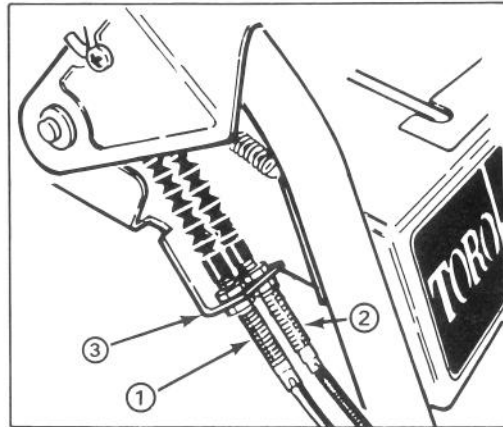

Figure 18
3. Desserrez le contre-écrou supérieur fixant le câble de la tarière/roue hélice au support de fixation (fig. 18).
RÉGLAGE DE LA COURROIE D'ENTRAÎNEMENT DE TRACTION (fig. 18)
8. Desserrez les contre-écrous qui tiennent le câble de commande (correspondant à la courroie à remplacer) au support (fig. 18). Le câble